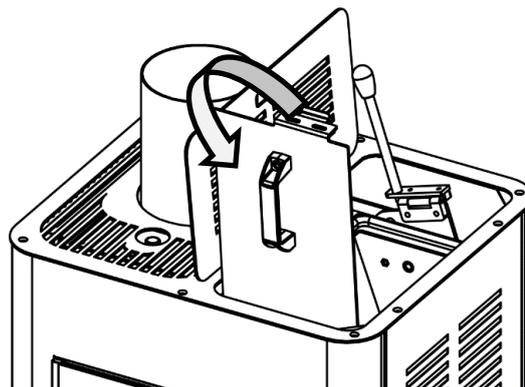

Abb.16
- Öffnen Sie den Tankdeckel (Abb. 16).